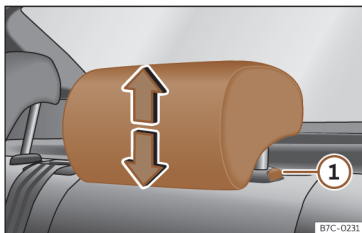

Fig. 87 Encosto de cabeça traseiro: ajuste do encosto de cabeça.
- Agarre o encosto de cabeça com ambas as mãos pelos lados e empurre para cima até o encaixar na posição desejada. Para baixá-lo, proceda da mesma forma, pressionando o botão lateral ① >>> **Fig. 87**.